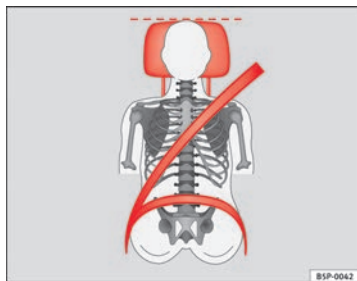
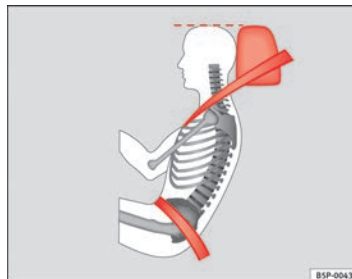

Fig. 66 Vista anteriore:
Fig. 67 Vista laterale:
- Regolare il poggiatesta portando il suo bordo superiore alla stessa altezza della parte superiore della testa, almeno all'altezza degli occhi ⇒ fig. 66 e ⇒ fig. 67.